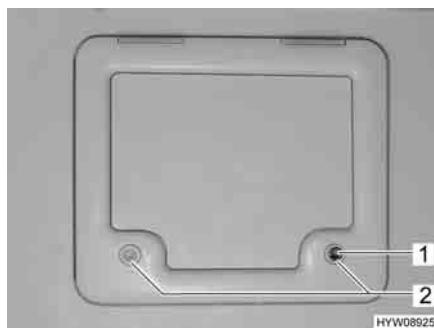

Fig. 30 Sportello per serbatoio fiscale/gavone
- Inserire la chiave nel cilindro della serratura a pressione (Fig. 30,1) e ruotare di un quarto di giro.
- Premere contemporaneamente con i pollici entrambe le serrature a pressione (Fig. 30,2) e aprire lo sportello del serbatoio fiscale.
- Inserire la chiave nel cilindro della serratura (Fig. 30,1) e ruotare di un quarto di giro.